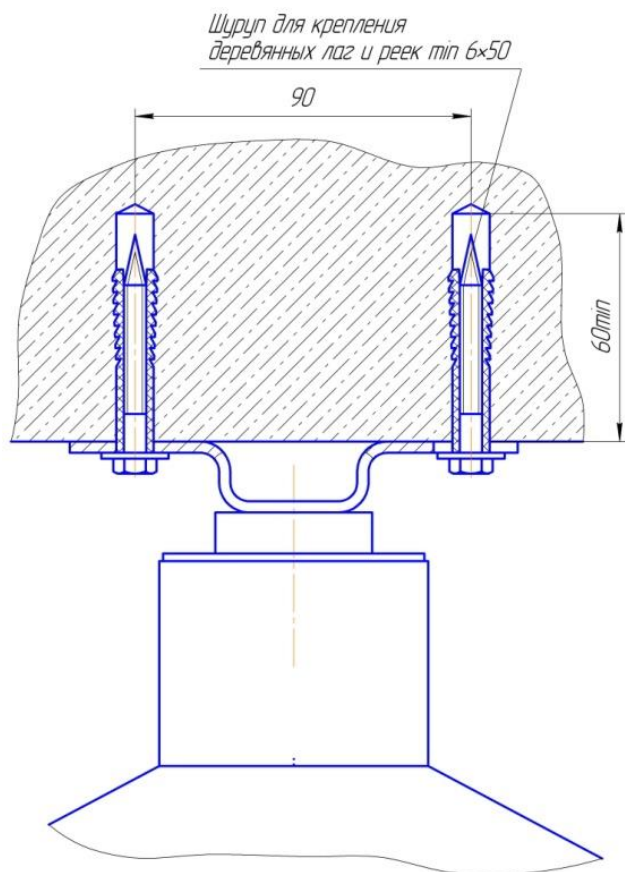

Рис. 4
6.2.1 МПП крепить к потолочному перекрытию (Рис.4) дюбелями диаметром 10 мм, саморезами или шурупами минимум 6\*50 мм. При этом крепление МПП к потолочному перекрытию должно выдерживать импульсную нагрузку от отдачи модуля в момент выброса огнетушащего порошка.